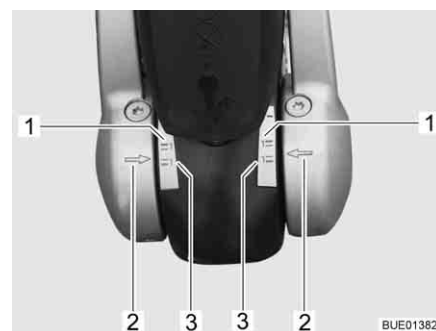

Fig. 164 Indicatore guarnizioni di attrito a sinistra e a destra
- Se le frecce sulla flangia di fissaggio disco (Fig. 164,2) si trovano sotto o sulla superficie di marcatura verde (Fig. 164,3), le guarnizioni di attrito sono considerate ancora nuove.
- Se le frecce sulla flangia di fissaggio disco si trovano all'interno delle superfici di marcatura (Fig. 164,1 e 3), le guarnizioni di attrito sono leggermente consumate.
- Se le frecce sulla flangia di fissaggio disco si trovano al di sopra della superficie di marcatura rossa (Fig. 164,1), le guarnizioni di attrito sono consumate. Far sostituire le guarnizioni di attrito.